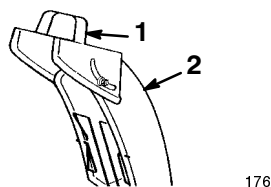

Figure 24
- **Poignée du déflecteur** (Fig. 24)—La poignée du déflecteur, située en haut de l'éjecteur, commande la hauteur d'éjection de la neige.